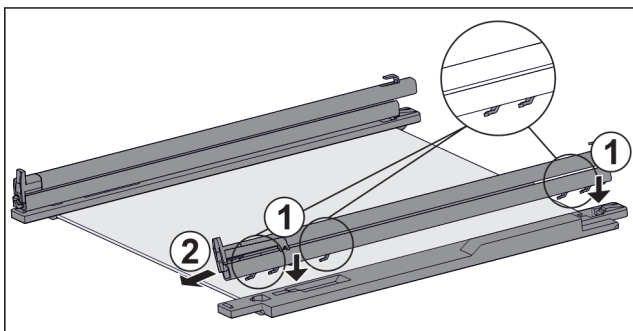

Fig. 160 Staklena ploča s vodilicama i pridržnim dijelovima
- Stavite kuke vodilice na otvore **lijevog** pridržnog dijela. Fig. 160 (1)
- Skinite vodilicu prema naprijed. Fig. 160 (2)
- Stavite kuke vodilice na otvore **desnog** pridržnog dijela. Fig. 160 (1)